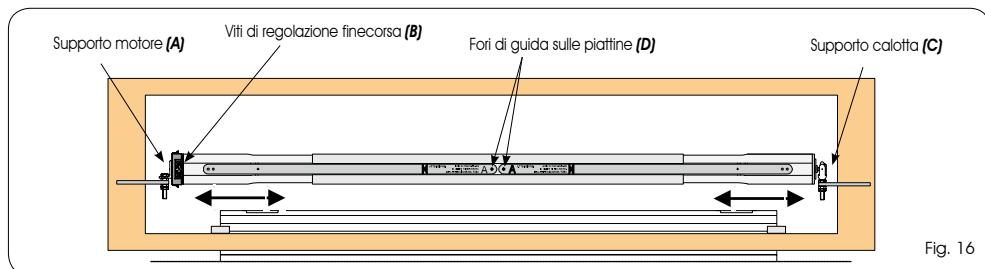

Fig. 16
1. Inserire la testata del motore nell'attacco rapido presente nel supporto motore (Fig.16 rif.A). Il motore deve essere orientato in modo tale da avere accesso alle viti di regolazione del finecorsa (Fig.16 rif.B).
2. Fare scorrere i componenti telescopici dell'elettrorullo, fino a che la calotta non sia inserita sul cuscinetto presente nel suo supporto (Fig.16 rif.C).
3. Controllare che il rullo sia posizionato in maniera perfettamente orizzontale, modificando eventualmente le altezze dei supporti (Fig.16 rif.A-C), tramite il sistema dado-controdado.
5. In corrispondenza dei fori di guida sulle piattine (Fig.16 rif.D), forare con una punta da ferro  $\varnothing$  5mm,
6. Nei fori (Fig.16 rif.D) avvitare le viti autofilettanti in dotazione (Fig.1 Rif. 14) fissando in maniera salda i componenti del rullo tra loro.
2. Allentare la vite che stringe la piattina.(Fig.16 rif.D)